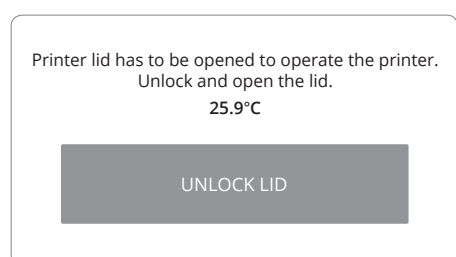

Abbildung 33. Bildschirm Deckel entsperren.
1. Wenn der Druckprozess abgeschlossen ist, wird eine Meldung zum Öffnen des Deckels (Abbildung 33) angezeigt.